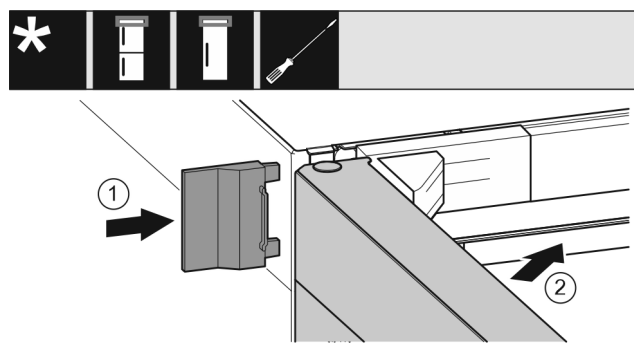

Fig. 28
- Coloque por deslizamiento la cubierta exterior Fig. 28 (1).
- Cierre la puerta superior Fig. 28 (2).